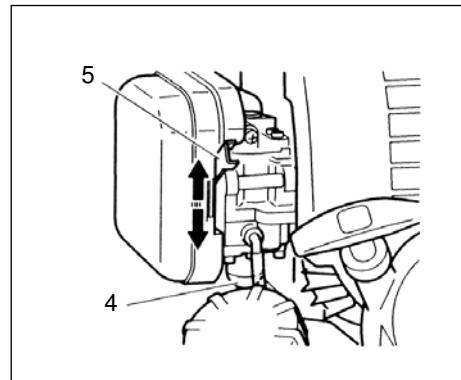

Fig.2-2C
* Trykk på sugepumpeboblen (4) flere ganger slik at brennstoff flyter gjennom boblen eller returrøret. (Hvis utstyrt slik) (Fig. 2-2C, 3)
2. Med sikkerhetshendelen (2) trykket inn, trekkes det i gasshåndtaket og låsekappen (3) dyttes inn (hvis slik utstyrt), mens først gassen slippes sakte, deretter sikkerhetshendelen. Dette låser gassen i startposisjon.
3. Sett chokehendelen til CLOSED (lukket) posisjon (4) (Fig. 2-2C, 3)